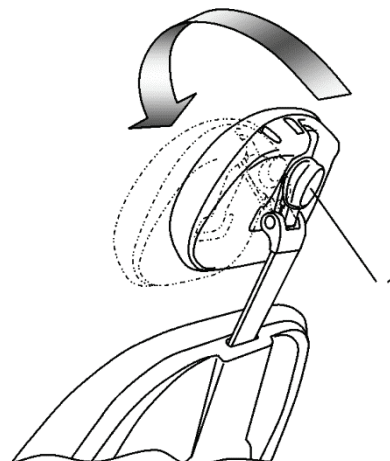

Рис. 10. Двойная артикуляция
- придерживая подголовник рукой, ослабьте рукоятку 1 (см. рис. 10), вращая ее против часовой стрелки;